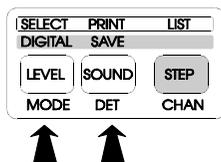

Figure 31.- Sélection du mode d'impression.
- 4.- Sélectionner *mode impression* en appuyant en même temps sur les touches **LEVEL [7]** (SELECT) et **SOUND [8]** (PRINT) comme le montre la figure 31. La rangée haute du clavier (SELECT, PRINT et LIST) renvoie aux opérations disponibles sur ce mode de traitement.